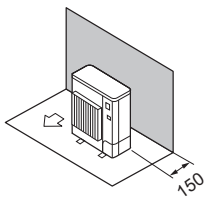

Abb. 2-7
- (1) Hindernisse nur auf der Rückseite (Abb. 2-7)